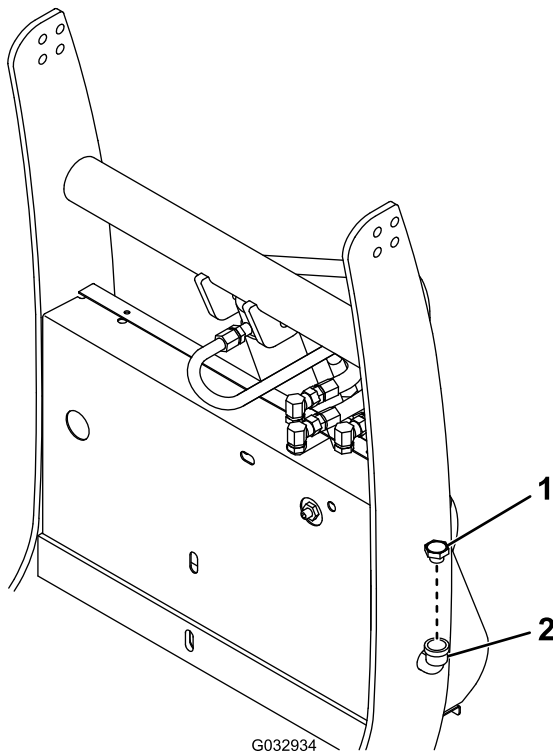

Bild 13
3. Nehmen Sie den Fülldeckel vom Hydraulikbehälter ab (**Bild 13**).